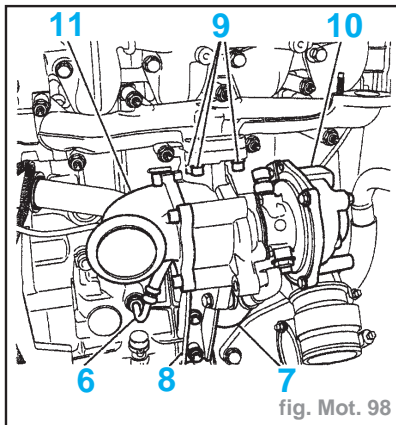

fig. Mot. 98
- Déposer le support (8) (fig. Mot. 98).
- Écarter les raccords d'huile (6) et (7).